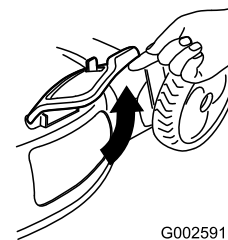

Bild 29
2. Öffnen Sie die Seitenauswurfklappe (Bild 29).